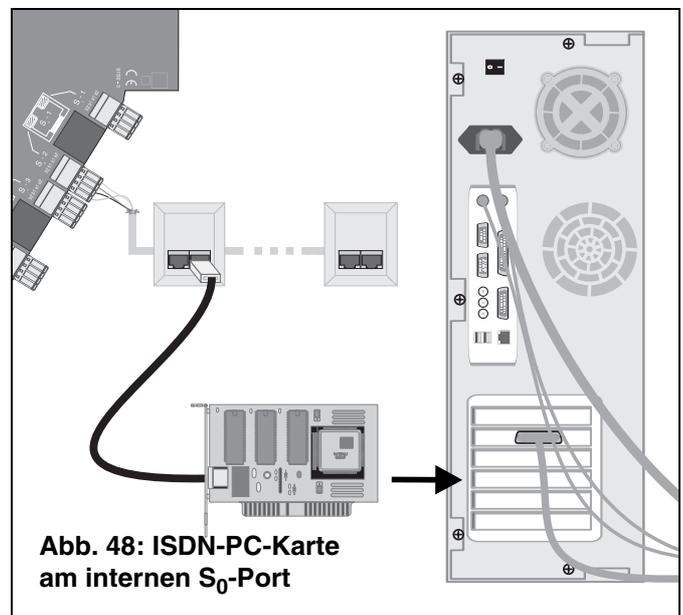

Abb. 48: ISDN-PC-Karte am internen S₀-Port
- ③ Verbindung zwischen PC und internem S₀-Port der Tk-Anlage über eine ISDN-PC-Karte (Abb. 48). Dazu benötigen Sie eine CAPI 2.0-fähige ISDN-PC-Karte (siehe auch Seite 34).
Installieren Sie die ISDN-PC-Karte im PC und schließen Sie sie an einen internen S_0 -Port an (Abb. 48). Näheres dazu erfahren Sie im Kapitel Anschluss der ISDN-Geräte am internen \$S_0\$ -Port auf Seite 19. Sorgen Sie für einwandfreie Kabelverbindungen. Sollte die Kommunikation mit der Telefonanlage während eines laufenden Transfers Probleme bereiten, so können fehlerhafte Kabelverbindungen die Ursache sein.